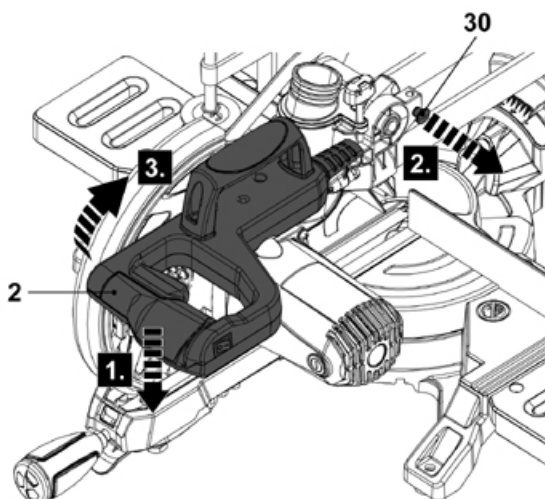

Fig. 1
- > Empurre a alavanca de operação (2) para baixo (Fig. 1, passo 1) e puxe o parafuso de bloqueio (30) para fora (passo 2) até à paragem.
- > Levante a pega de operação (2) à sua altura total (passo 3).